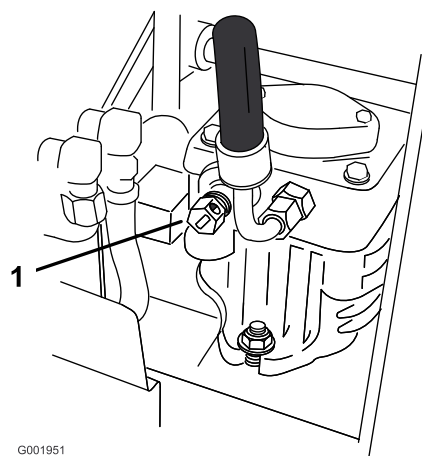

Figure 23
2. Ouvrez les vannes de dérivation des deux pompes en les tournant 1 à 2 fois dans le sens antihoraire. Cela permet au liquide hydraulique de contourner les pompes et aux roues de tourner (Figure 23).